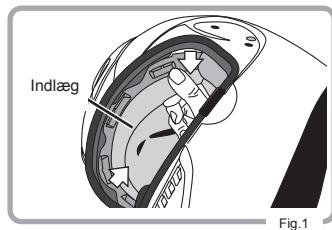

Fig.1
- Hold hjelmen som vist på Fig.1 og fjern derefter mellemforet i hjelmen i området på højre og venstre side hver for sig.
- 1 Indsæt den fælles hægte i midten af indlægget til fastgørelsesslidsen på hjelmen som vist på Fig.1. Δ guider for fastgørelsen.
- 1 Se fig. 1, og kontrollér forsiden og bagsiden af vindklappen Wind Shutter.